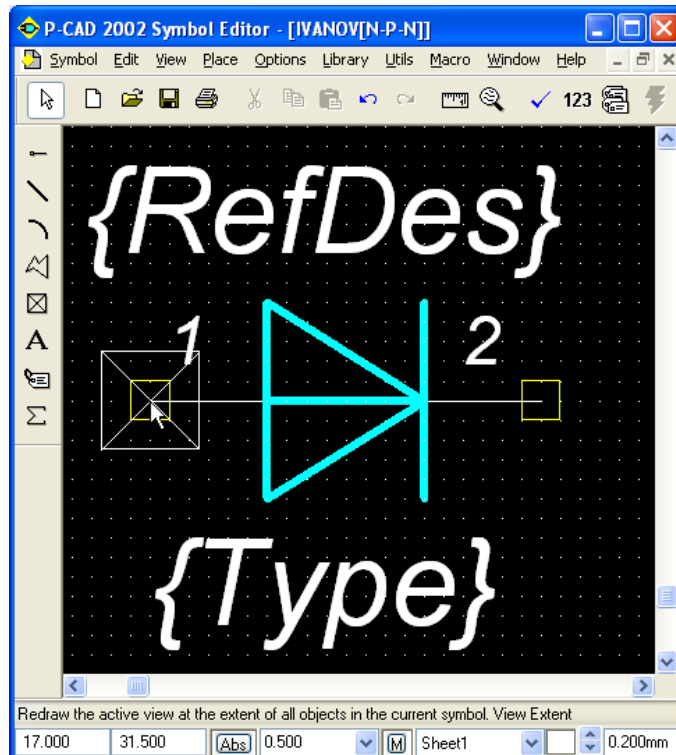

Рис. 4.38 - Окончательный вид УГО диода
- Полученный результат представлен на рисунке *рис. 4.38*.